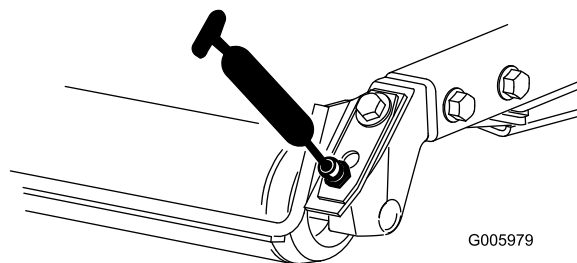

Figure 24
- Roulements de rouleau arrière (2 par plateau de coupe) (Figure 24)